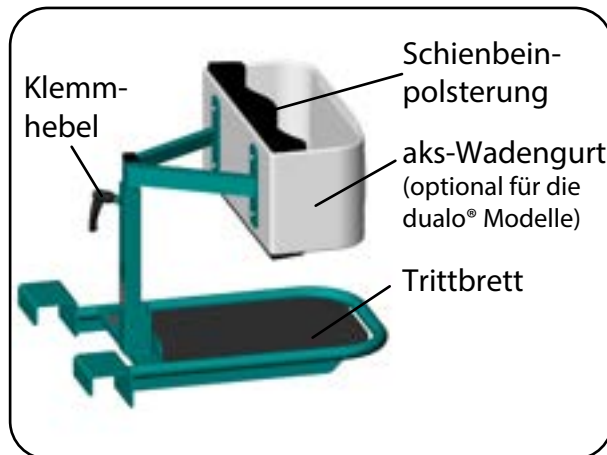
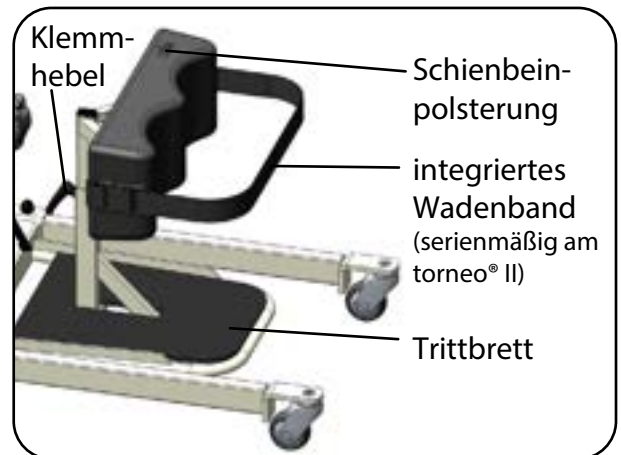
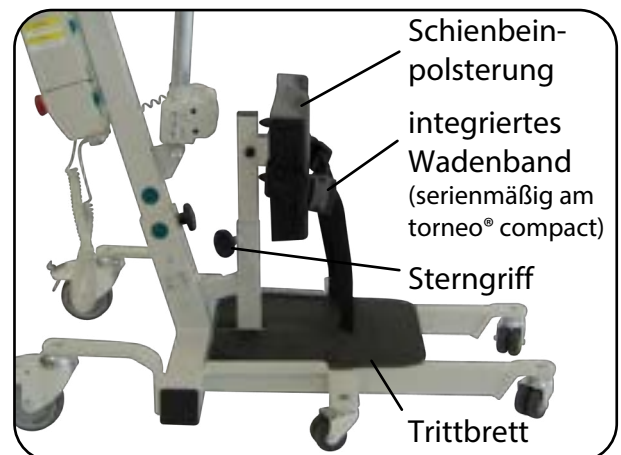

Abb. 8.2.03 – Tritt Brett am dualo® mit Schienbeinstütze und montierten aks-Wadengurt
Abb. 8.2.04 – Tritt Brett am torneo® II mit Schienbeinstütze und integrierten aks-Wadengurt
Abb. 8.2.05 – Tritt Brett am torneo® compact mit Schienbeinstütze und integrierten aks-Wadengurt
11. Positionieren Sie die beiden Füße des Patienten auf dem Tritt Brett (Abb. 8.2.03/Abb. 8.2.04/Abb. 8.2.05). Achten Sie darauf, dass die Füße des Patienten bequem und vollständig auf dem Tritt Brett stehen. Fahren Sie, wenn nötig, den aks-Aufstehlifters dichter an den Patienten heran.
12. Lösen Sie den Klemmhebel/Sterngriff an der Schienbeinstütze (Abb. 8.2.03/Abb. 8.2.04/Abb. 8.2.05) und stellen Sie eine, für den Patienten geeignete, Höhe ein.